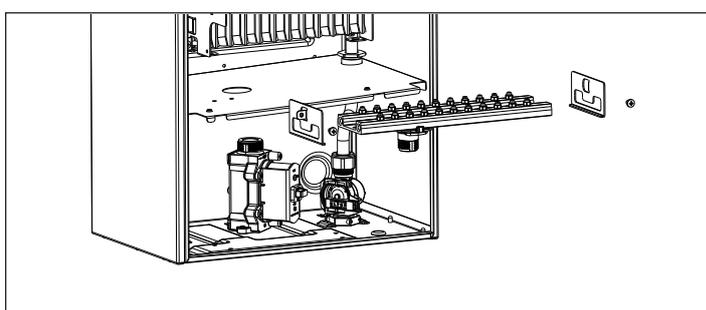

Fig. 17 - Desmontar componentes
- Desatornille los tornillos de fijación del colector, quite los soportes laterales y extraiga el colector de gas (fig. 17)